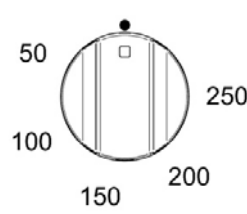
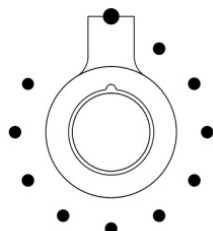

Fig 29A
Fig 30
**2** Vrid temperatursknoppen (Fig.29A-29B, Fig.30 för PRO-T-modellen) medurs, till den önskade funktionen. När ugnen har nått önskvärd temperatur och är redo för användning kommer den orangea lampan att släckas. Det är normalt att lampan tänds och släcks under matlagning, då elementen jobbar för att bibehålla värmen.